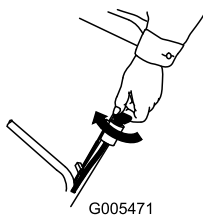
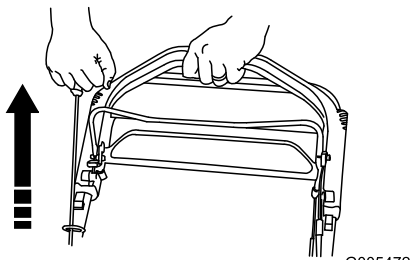

Figura 20
Figura 21
3. Haga girar la llave de contacto (Figura 20) o tire del arrancador de retroceso (Figura 21).